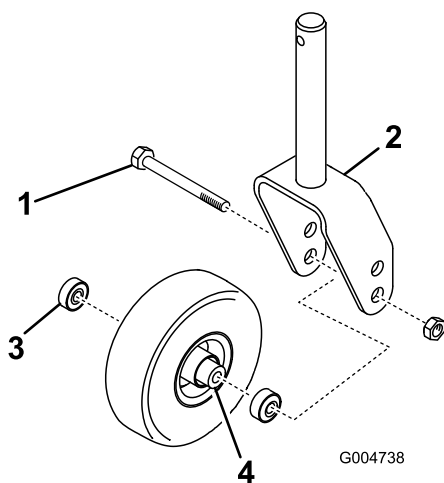

Рисунок 28
1. Отверните контргайку с болта, удерживающего узел поворотного колеса в вилке колеса (Рисунок 28).
3. Извлеките подшипник из ступицы колеса и дайте выпасть проставке подшипников (Рисунок 28).